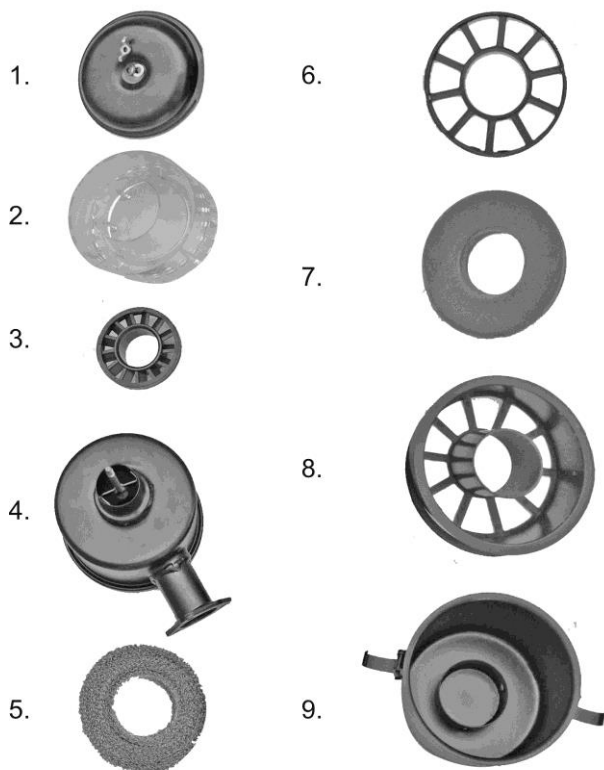

Рисунок 5.2 – Складові частини повітряного фільтра
На дно (9) (див. рис. 5.2) повітряного фільтра налейте 70 г моторного мастила.